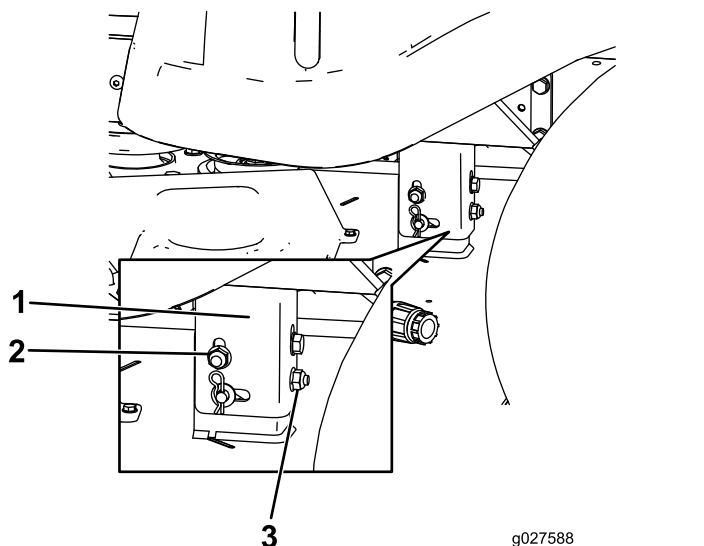

Figure 57
8. Élevez ou abaissez le côté gauche du tablier de coupe en tournant l'écrou arrière (Figure 57).
Remarque: Tournez l'écrou arrière dans le sens horaire pour élever le tablier de coupe ou dans le sens antihoraire pour abaisser le tablier (Figure 57).